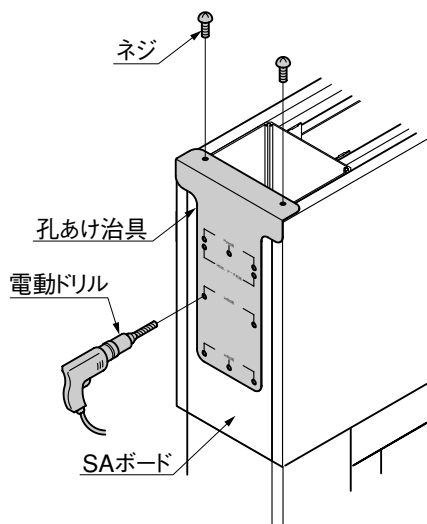

図3-1
- ① 孔あけ治具を壁本体上側にネジ等で仮止めてください。(図3-1参照)